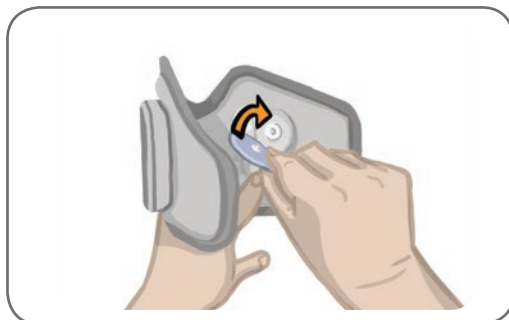

Ilustración 8-5: Sujeción de los Electrodos Round Cloth
6. Sujete los Electrodos Round Cloth a sus bases. Consulte la ilustración 8-5. En caso de ser un usuario habitual de la banda de EF de la parte inferior de la pierna, asegúrese de que las cubiertas de broche de banda están bien colocadas.